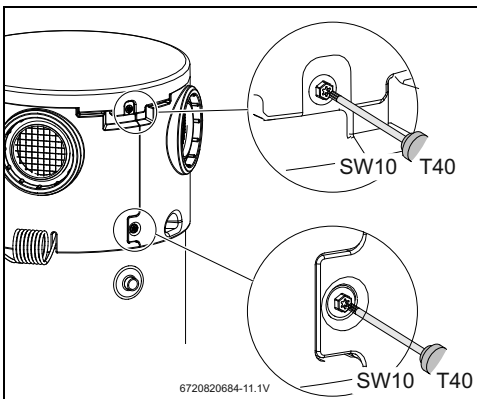

Bild 49
- Obere Abdeckung und Gehäuse ring entfernen (Abb. 49).